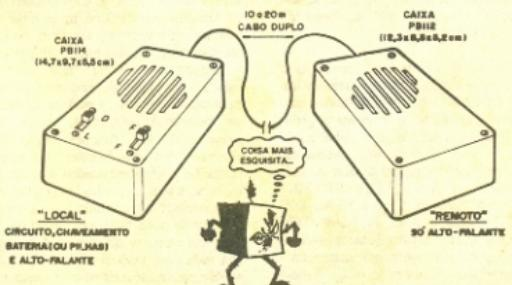

Fig. 6
- NOTAR, nas duas chaves, as setas e indicativos da direção de acionamento: D-L significam "Desliga-Liga" e F-E simbolizam "Fala-Escuta", ou seja: na primeira posição (F) a estação LOCAL "fala" para a REMOTO e na segunda (E) a estação LOCAL "escuta" a estação REMOTO.
- FIG. 6 - Sugestão para acomodação e "encaixamento" das duas estações do INTERCOMUNICADOR. Notar que o módulo LOCAL, por conter o próprio circuito, mais seu alto-falante, pilhas (ou bateria) e chaves, precisa de um container maior, de acordo com a sugestão dada no item DIVERSOS/OPCIONAIS da LISTA DE PEÇAS. Já a estação do REMOTO, contendo apenas um alto-falante, poderá ser abrigada num container menor, cujas dimensões (também tem um modelo sugerido em DIVERSOS/OPCIONAIS na LISTA DE PEÇAS...) devem comportar, unicamente, o próprio tamanho do alto-falante utilizado. Observar, ainda na fig. 6, o cabo duplo (fio "paralelo") que interliga as duas estações...